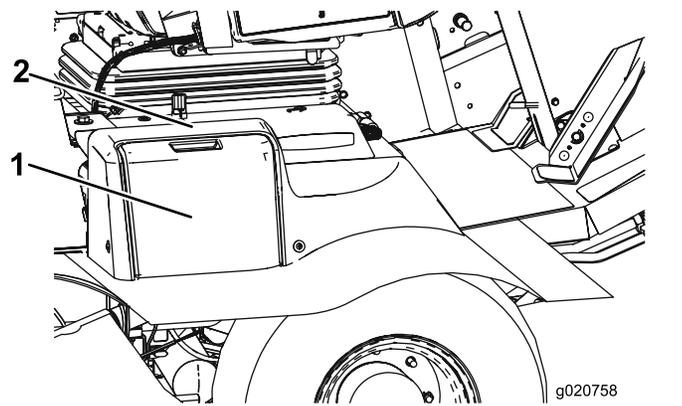

Рисунок 80
1. Откройте крышку аккумулятора (Рисунок 80). Сбоку на кожухе.
**Примечание:** Нажмите на плоскую поверхность над крышкой аккумулятора, чтобы облегчить снятие крышки (Рисунок 80).